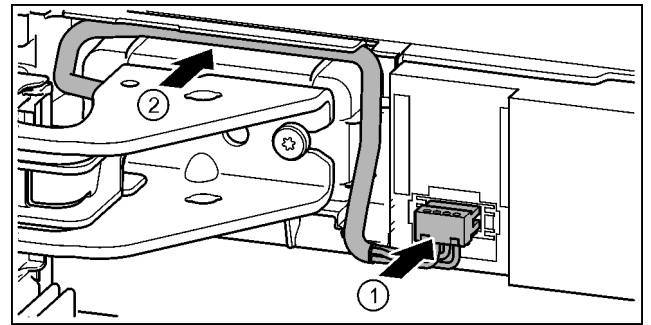

Fig. 37
- Stecker über oberen Lagerbock einrasten und Kabellitzen vorsichtig in Kanal legen. Fig. 37 (1)
- Graues Kabel vorsichtig in der Führung über dem oberen Lagerbock verlegen. Fig. 37 (2)